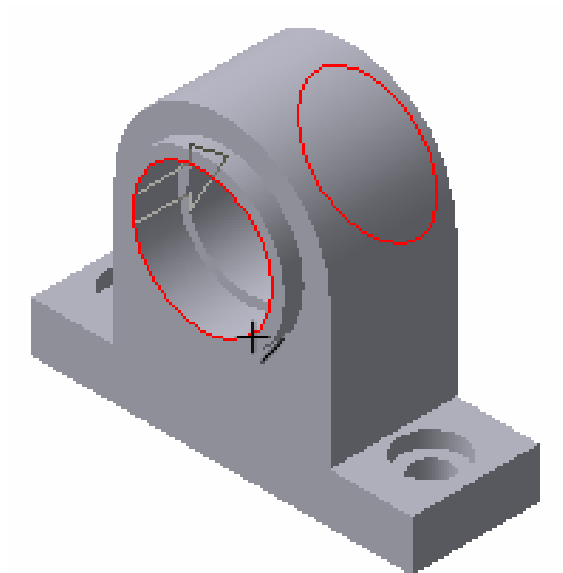

Рисунок 4.12 – Виділення зовнішнього ребра
13. Для полегшення установки підшипників, «знімемо» фаску в ребрах посадкових отворів. Виділіть зовнішнє ребро (окружність основи циліндра) в одного і іншого посадкових отворів, при цьому курсор повинен бути у вигляді хрестика з відрізком (рис. 4.12).